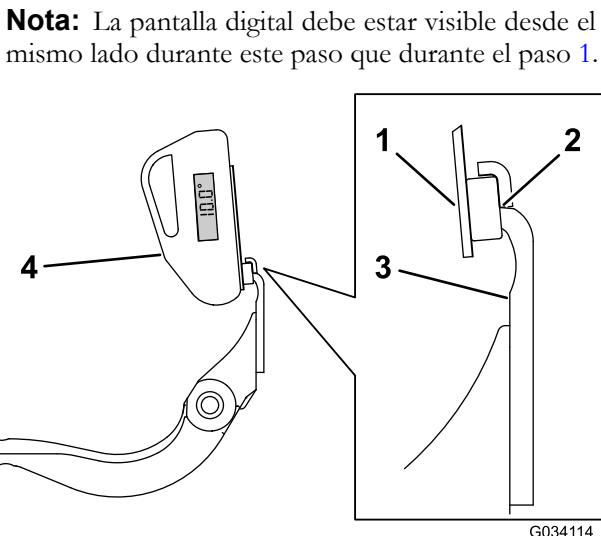

Figura 28
- Coloque el soporte del indicador de ángulo sobre el filo de la contracuchilla de manera que el borde del imán esté enrasado con el filo de la contracuchilla (Figura 28).
- Coloque el indicador de ángulo en el soporte, según se muestra en Figura 28.